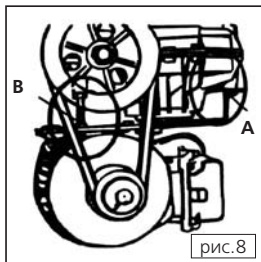

рис.8
- Проверяйте и подстраивайте натяжение приводного ремня (**рис.8**).